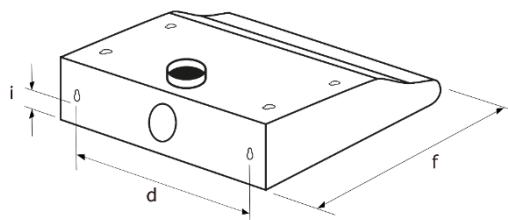

Fig. 3 Instalación del tubo de salida de aire
6. Monte el tubo de salida de aire sobre la tobera de aire de salida (Fig. 3).